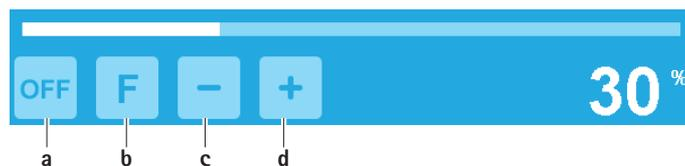

Fig. 7 Ativar bomba de irrigação/função "Flush"
- ▶ Ativar bomba de irrigação: Premir tecla para ligação da bomba de irrigação **a**, ver Fig. 7.
- ▶ Desativar bomba de irrigação: Premir tecla para desligar a bomba de irrigação **a**, ver Fig. 7.